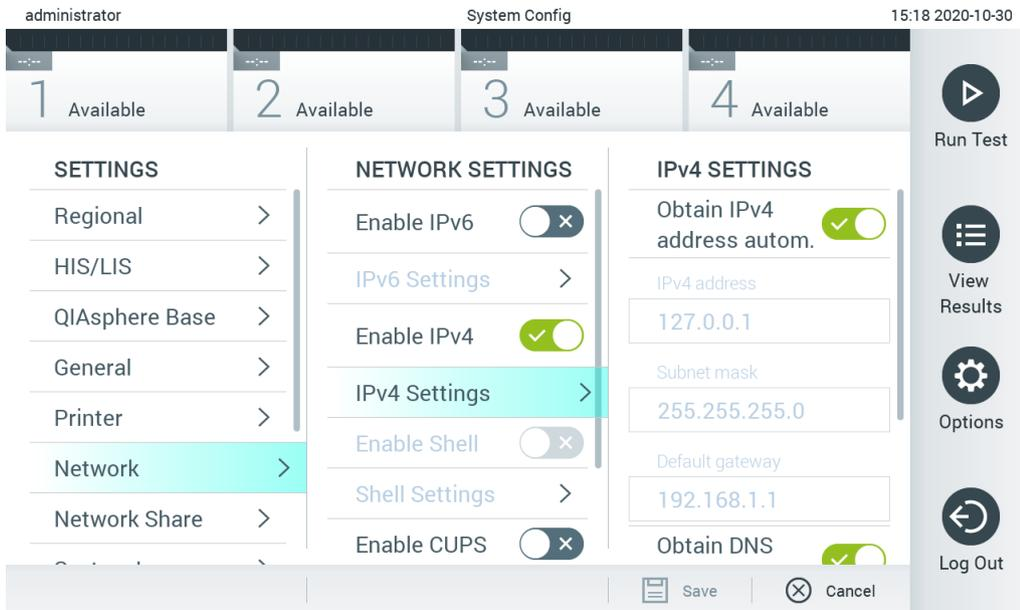

Abbildung 75. Konfiguration der Netzwerkeinstellungen.
2. Wählen Sie aus der Liste mit Einstellungen in der linken Spalte Network (Netzwerk) aus (Abbildung 75).